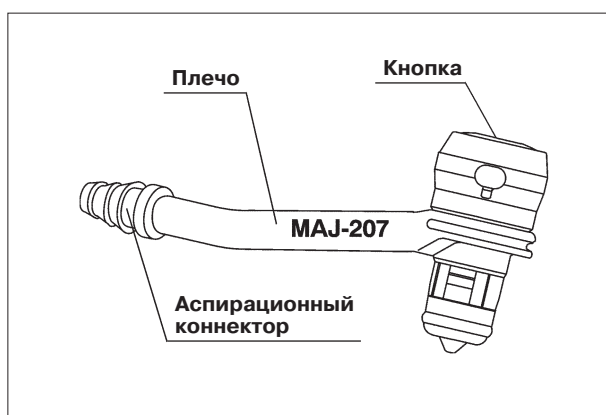

Рис. 3.6
1. Проверьте аспирационный клапан на предмет наличия трещин или деформаций (см. рис. 3.6).